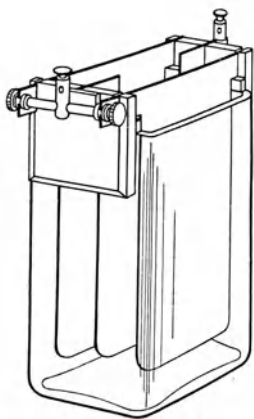

Fig. 158.
c) Setze das Anodenpaar und die Hilfskathode, die an der Einkerbung (Fig. 158) kenntlich ist, in das Coulombmeter ein und fülle dieses bis 1 cm unter dem Rande mit Cuprisulfatlösung.